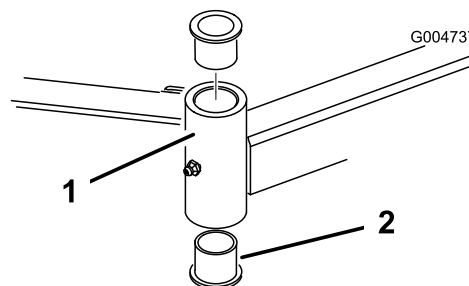

Figure 25
4. Insérez un chasse-goupille dans le haut ou le bas du tube de montage et chassez la bague hors du tube (Figure 25). Chassez ensuite l'autre bague. Nettoyez l'intérieur des tubes de montage.